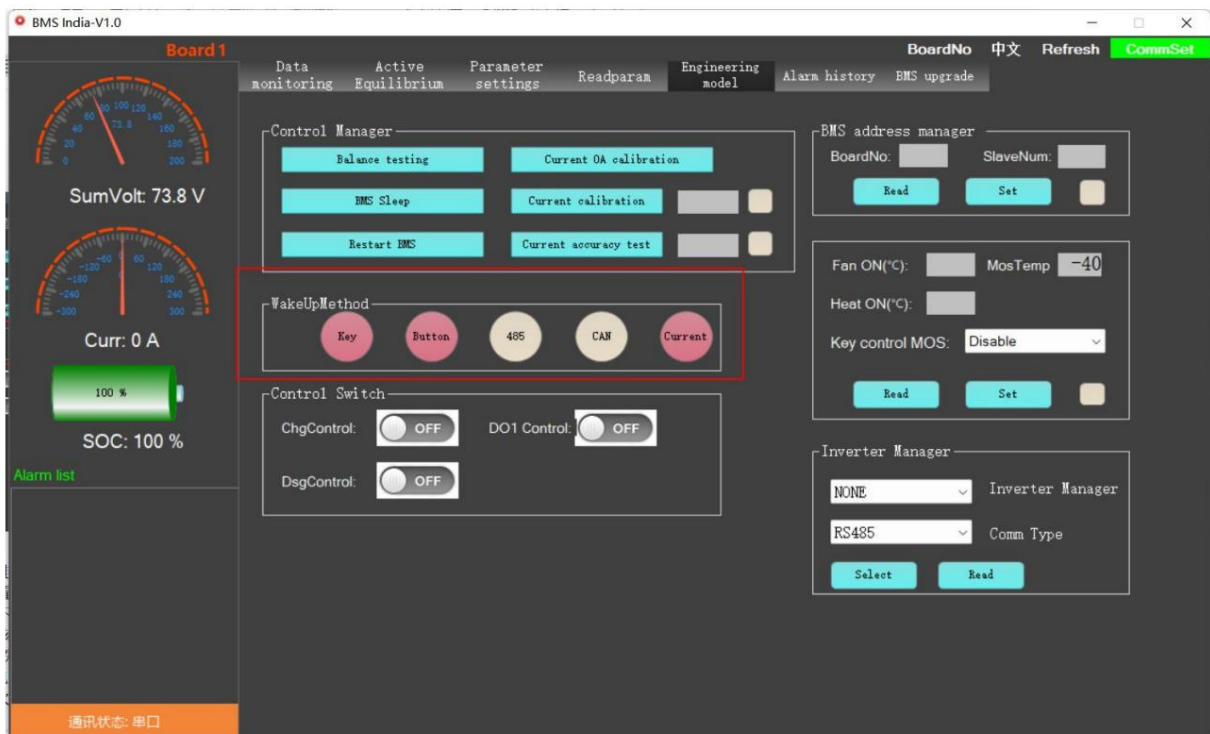

Abbildung 2-4 PC-Master-Weckquelle
- (1) **Ausgleichsparameter.** Dieser Parameter ist ein passiver Ausgleich Einstellparameter. Die Ausgleichsöffnungsbedingungen sind Laden, Ausgleichen Öffnungsspannung und Ausgleich der Öffnungsspannungsdifferenz. Nach dem Passiv Wenn die Entzerrung aktiviert ist, können Sie überprüfen, bei welcher Saite die Entzerrung aktiviert ist in der „Einzelspannung“ eingeschaltet.
- (2) **Schlafzeit.** Die Ruhezeit wird auf die Anzahl der Sekunden eingestellt, die das BMS benötigt wartet darauf, in den Energiesparmodus, also in den Ruhemodus, zu wechseln, wenn kein Aufwachen erfolgt Quelle. Die Weckquelle ist im „Engineering-Modus“ zu sehen und das Licht ist eingeschaltet leuchtet, um anzuzeigen, dass eine Weckquelle vorhanden ist. Wie in **Abbildung 2-4 dargestellt**, bedeutet dies dass derzeit keine Weckquelle vorhanden ist.